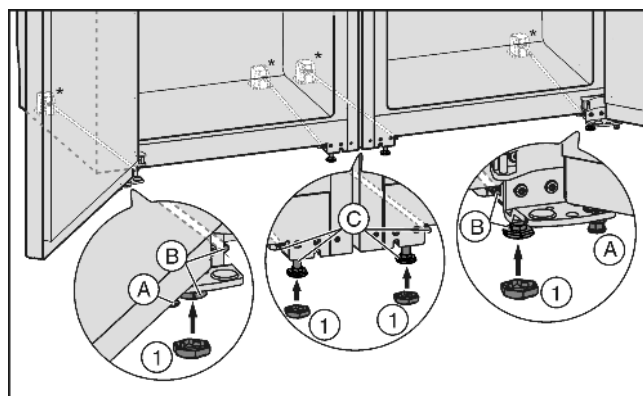

Fig. 4
- ▶ Prípadne nastaviteľné nohy Fig. 4 (A) vpredu na oboch zariadeniach úplne zatočte tak, aby sa nedotýkali podlahy.
- ▶ Uzávery Fig. 4 (1) nasuňte na štyri predné nastaviteľné nohy.
- Stredné nastaviteľné nohy Fig. 4 (C) zaskrutkujte tak, aby sa nedotýkali podlahy.
- Kombináciu vyrovnajte pomocou vonkajších nastaviteľných nôh Fig. 4 (B).
- Stredné nastaviteľné nohy Fig. 4 (C) opäť vytočte tak, aby sa dotýkali podlahy.
- Potom podprite dvere: Nastaviteľné nohy Fig. 4 (A) na ložiskovej konzole vytočte, pokiaľ nedosadajú na podlahu, potom ich otočte ďalej o 90°.